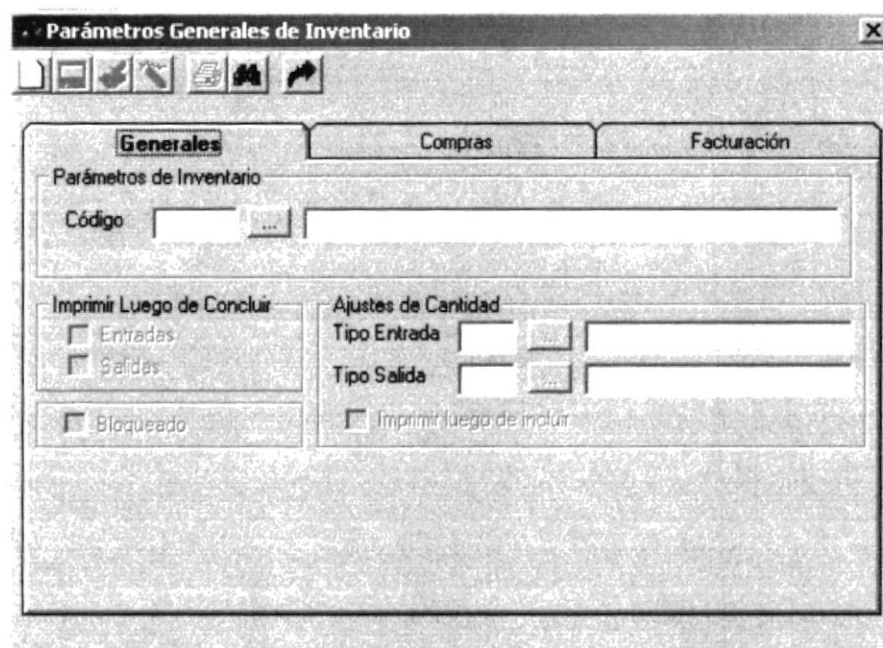

Figura 11.50 Módulo de Inventario, Opción Mantenimiento de Inventario
- ✓ Haciendo doble clic, los datos del registro especificado se cargarán a la pantalla de Mantenimiento Figura 11.50